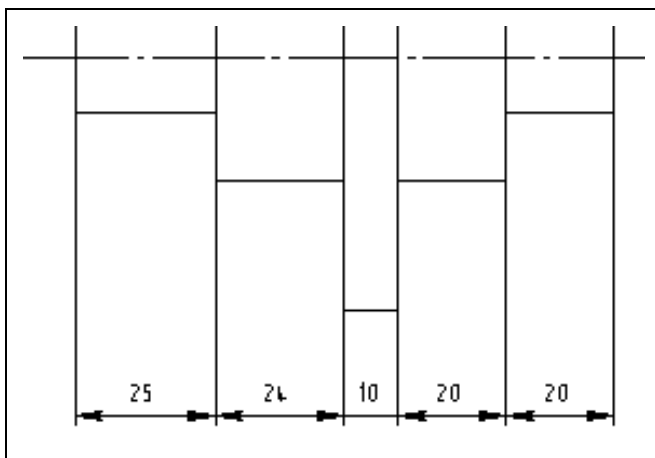

Рис. 11.19. Построение линейного цепного размера
- ◆ щелкните ЛК мыши по кнопке **Прервать команду**. Линейный цепной размер построен (рис. 11.19).